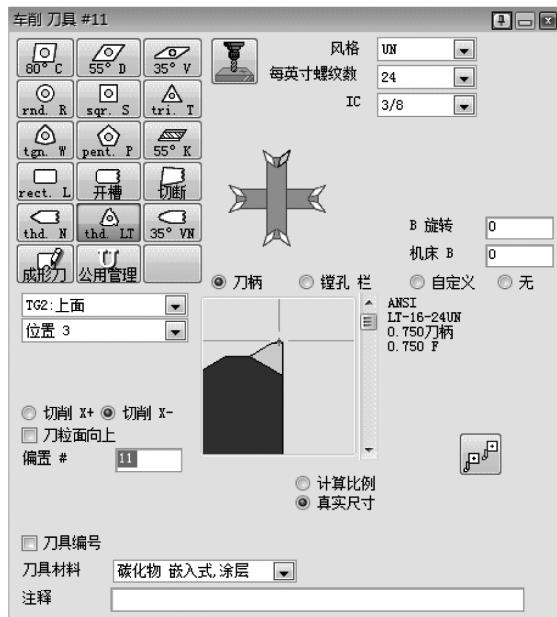

图 5-29 车削刀具#11
13) 创建车削刀具#11，如图 5-29 所示。此刀具将用于外径车螺纹。其设置与车削刀具#10 相同。